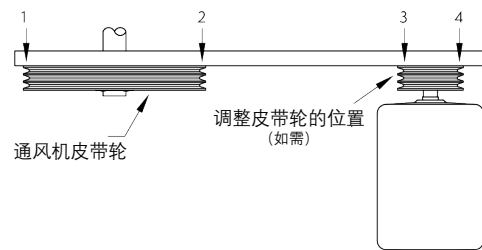

图 17 - 皮带轮线性检查
9. 作为最终检查，在皮带轮和皮带轮之间放置直尺，应有四个接触点（见**图17**）。必要时调整电动机皮带轮的位置，直到达到四点接触。